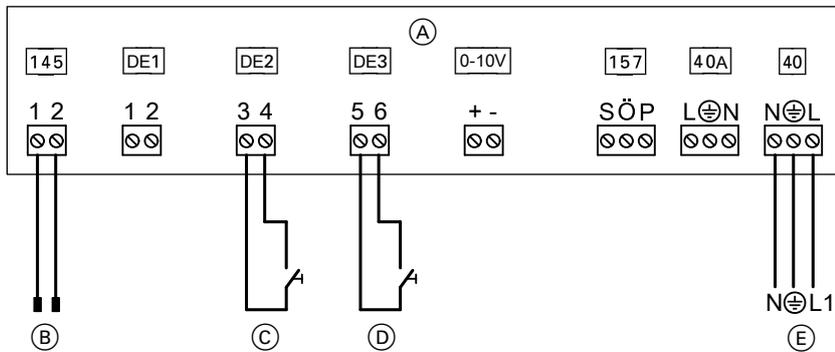

Abb. 3
- Die beiden potenzialfreien Kontakte werden an der Erweiterung EA1 angeschlossen, gemäß Abb. 3.